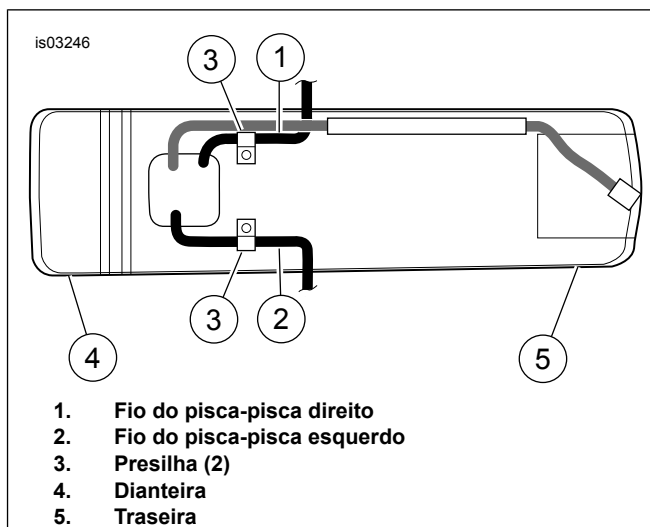

Figura 3. Fios e presilhas do pisca-pisca (vista por baixo)
5. Veja a Figura 3. Remova a fiação do pisca-pisca (1, 2) das presilhas (3) sob a traseira do pára-lama e puxe os fios para fora.